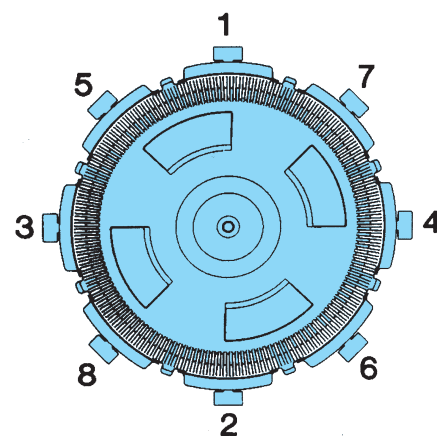

Abb. 6 S8S70
5. Alle Halterungen in der angegebenen Reihenfolge handfest anziehen. Siehe Abbildung 6 und 7, Seite 5.